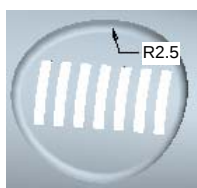
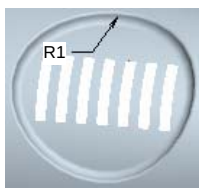

图 6.7.78 创建圆角 1
图 6.7.79 创建圆角 2
Step27. 创建图 6.7.78 所示的圆角 1。
(1) 单击 **模型** 功能选项卡 **工程** 区域中的 **倒圆角** 按钮。
(2) 在模型上选择圆的内边线创建圆角；在操控板中的圆角半径文本框中输入 2.5，并按回车键；单击“完成”按钮 **完成**，完成特征的创建。
Step28. 创建图 6.7.79 所示的圆角 2，相关操作参见 Step27，圆角半径值为 1。